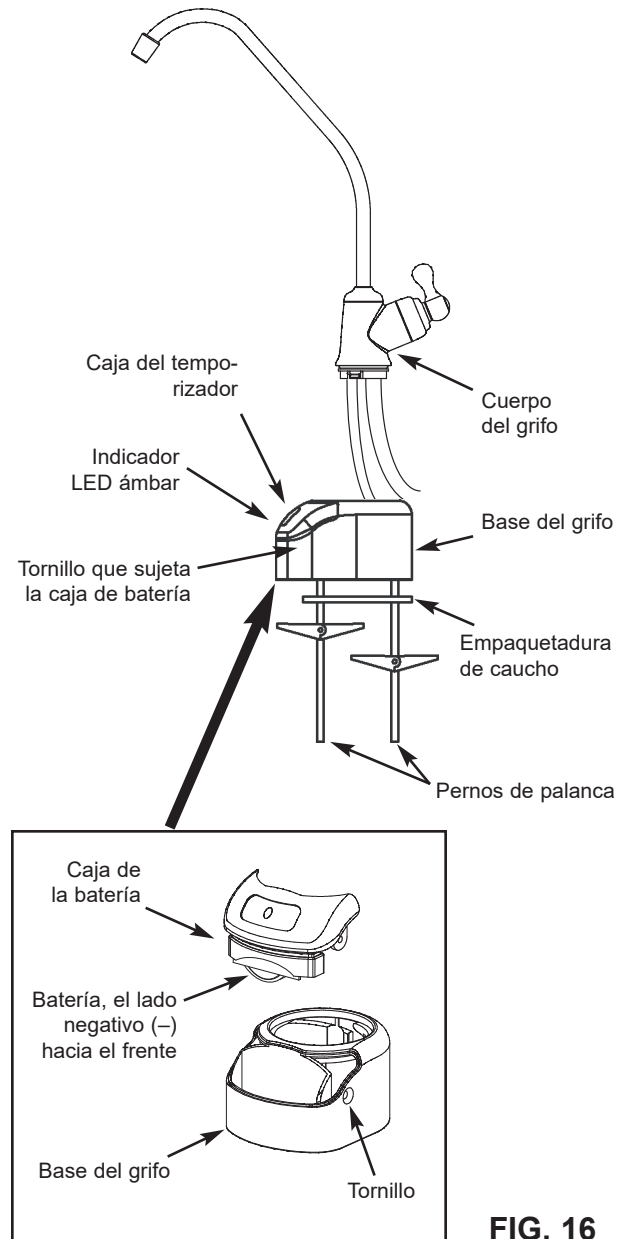

FIG. 16
1. Ubique y organice las piezas para instalar el grifo de ósmosis inversa. Vea la Fig. 16.
2. Desde el frente de la base del grifo, empuje hacia arriba la caja de la batería hasta que se desprenda de la base del grifo. Vea la Fig. 16.
5. Vuelva a instalar la caja de la batería y apriete firmemente el tornillo de montaje. Vea la Fig. 16.